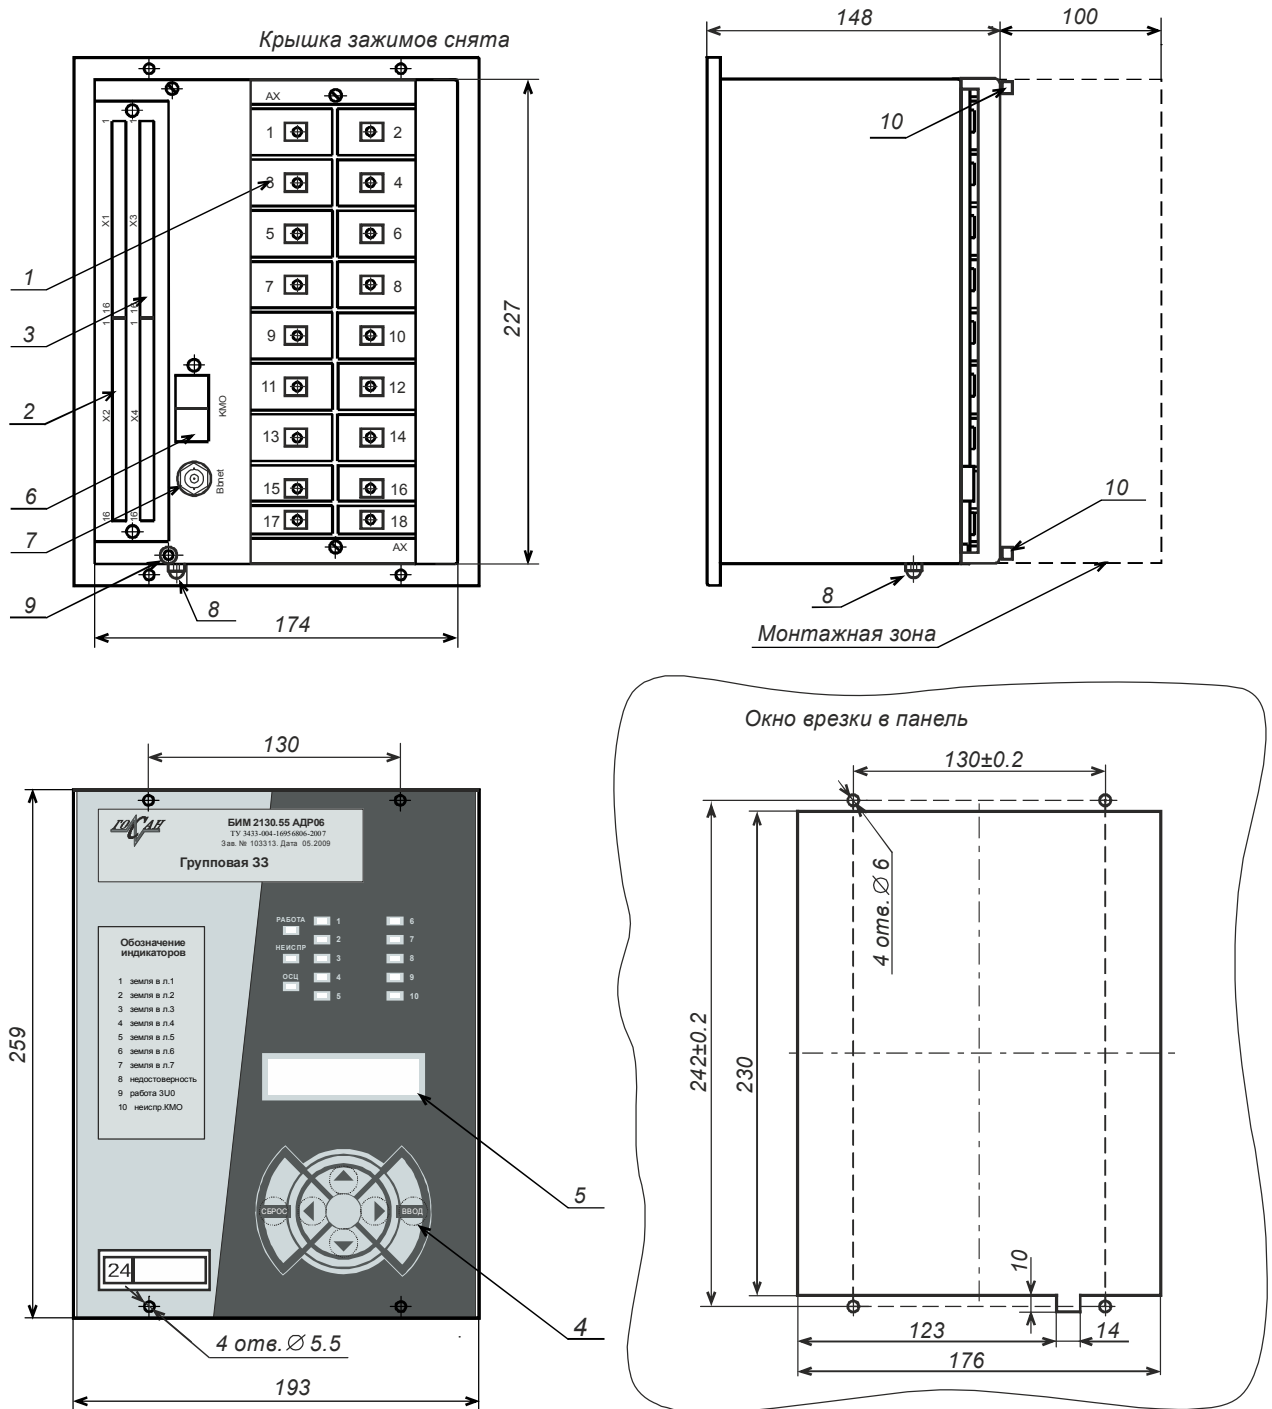

Рис. 3 Общий вид модификации БИМ 2XXX
БИМ 2XXX – для врезки в панели и дверцы шкафов, с монтажом цепей с тыльной стороны (рис. 3). Выполнен в едином корпусе. На лицевой стороне корпуса находится блок индикации с символьным дисплеем (5) и клавиатурой (4). На тыльной стороне корпуса расположены блок клеммных зажимов аналоговых цепей и питания АХ1-АХ18 (1), разъёмы дискретных входов Х1-Х2 (2), разъёмы дискретных выходов Х3-Х4 (3), разъём интерфейса Bbnet (7) и разъёмы канала межмодульного обмена (6). Винт заземления терминала (8) расположен на нижней стороне корпуса.